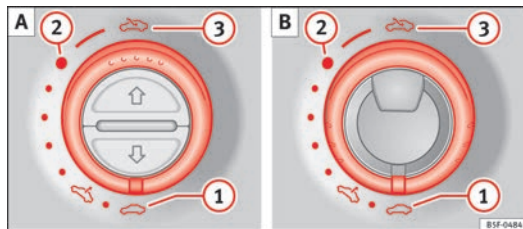

Fig. 62 En el revestimiento interior del techo (variantes A y B): gire el conmutador para abrir y cerrar.
⇒ fig. 62 A o B
- El conmutador debe estar en la posición de “cerrado” ⇒ fig. 62 ①.